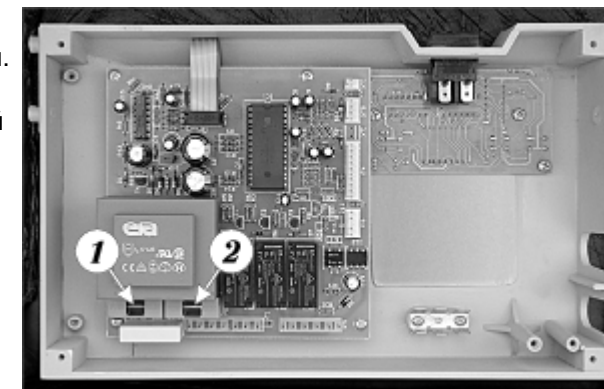

Рис. 22 – Плата логическая
- 2 аварийные термостаты расположены в левом верхнем углу котла на входе и выходе из первичного теплообменника (см.рис.22, поз. а, с). Термостат (а) оснащен кнопкой «reset», термостат (с) обратимый;
- аварийный термостат расположен в левом верхнем углу котла на выходе из первичного теплообменника (см.рис.22, поз. а). Он оснащен кнопкой «reset».
- термистор расположен на верхнем конце трубки между теплообменником и гидроблоком (см.рис. 22 – поз. b);